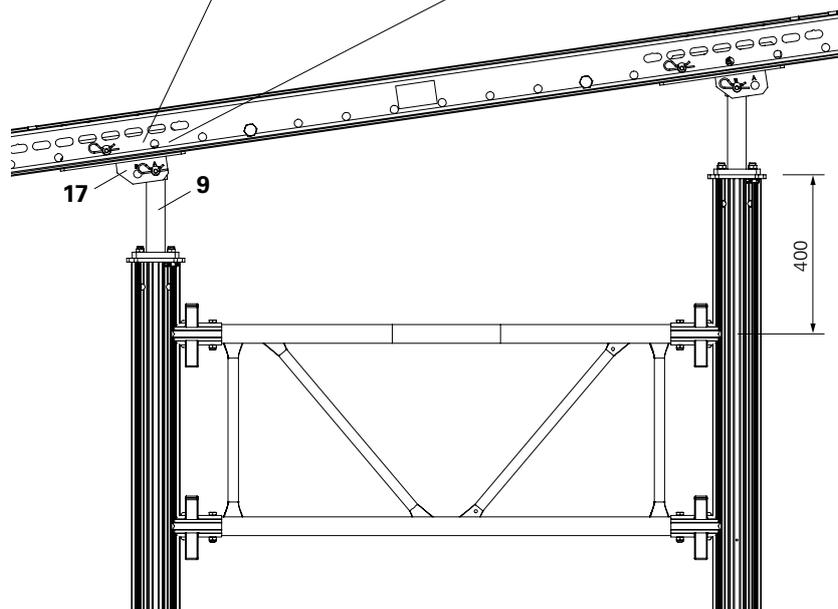

Fig. A2.10
- La tête d'étau MP/SRU (9) avec le connecteur MP/SRU (17) est utilisée pour soutenir les filières SRU sur les tours d'étalement. (Fig. A2.10)